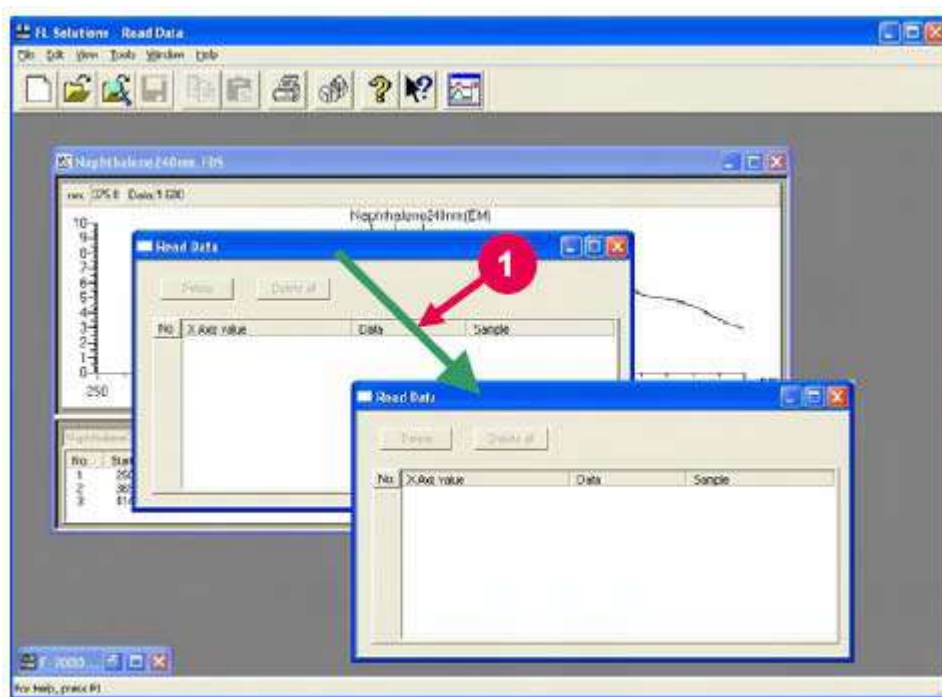

Рис. 7-57
(2) Из меню «Сервис» выберите команду «Считывание данных».
(3) Откроется окно, показанное на рис. 7-57. Перетяните окно в нижнюю правую часть экрана, схватив левой кнопкой мыши синюю область заголовка окна. (Смотрите (1) на рис. 7-57).